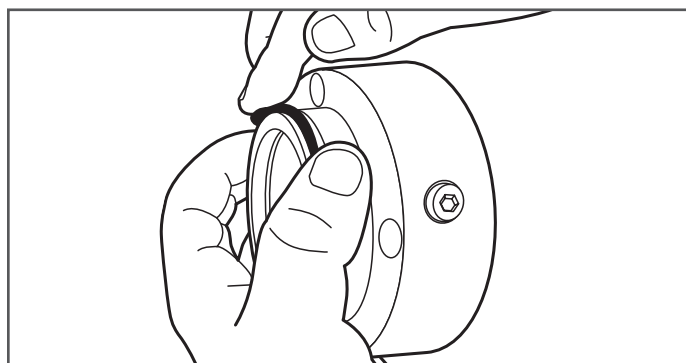

Figure 9-3
3. Retirez le joint torique extérieur de la partie centrale du raccord DoubleTrac®. Vérifiez que le joint n'est pas déchiré, rayé et ne comporte aucun défaut visible. Remplacez le joint torique s'il y a lieu (Figure 9-3).